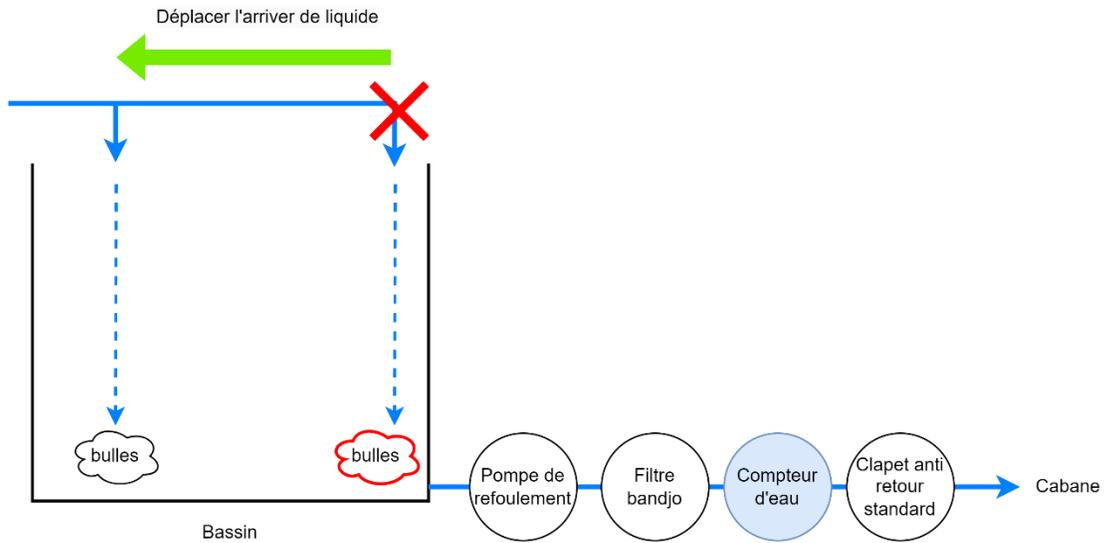

Figure 135: Déplacer l'arrivée de l'eau d'étable pour éviter la formation de bulle à l'aspiration de la pompe
- Déplacer l'arrivée d'eau d'étable pour éviter qu'elle ne s'écoule au niveau de l'aspiration de la pompe de refoulement à la sortie du bassin (voir Figure 135 – ci-dessous)